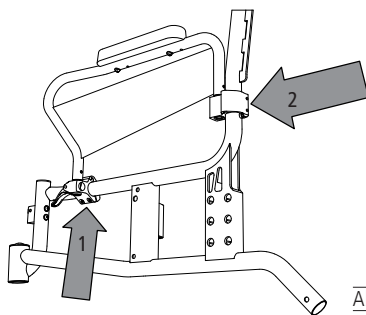

Abb. 11
2. Lösen Sie jeweils die beiden Innensechskantschrauben der vorderen (1, Abb. 11) und der hinteren (2, Abb. 11) Seitenteil-Klemmschelle.